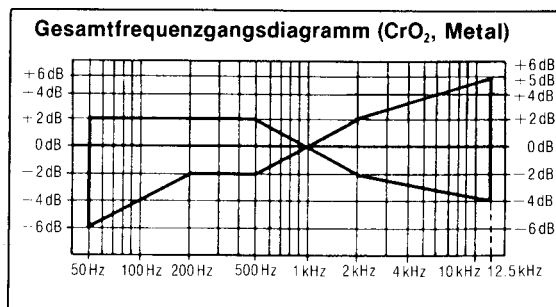

Fig. 14
7. Testband QZZCRX einlegen, und Signale von 50 Hz, 100 Hz, 200 Hz, 500 Hz, 1 kHz, 4 kHz, 8 kHz, 10 kHz und 12,5 kHz aufzeichnen; Anschliessend die Signale wiedergeben und prüfen, ob die Kurve innerhalb des Bereichs liegt, der im Gesamtfrequenzgang-Diagramm für das CrO₂ Band dargestellt ist. (Fig. 14.)
8. Testband QZZCRZ einlegen und Signale von 50 Hz, 100 Hz, 200 Hz, 500 Hz, 1 kHz, 4 kHz, 8 kHz, 10 kHz und 12,5 kHz aufnehmen. Anschliessend die Signale wiedergeben und prüfen, ob die Kurve innerhalb des Bereichs im Gesamtfrequenzgangdiagramm für Metallband liegt. (Fig. 14.)